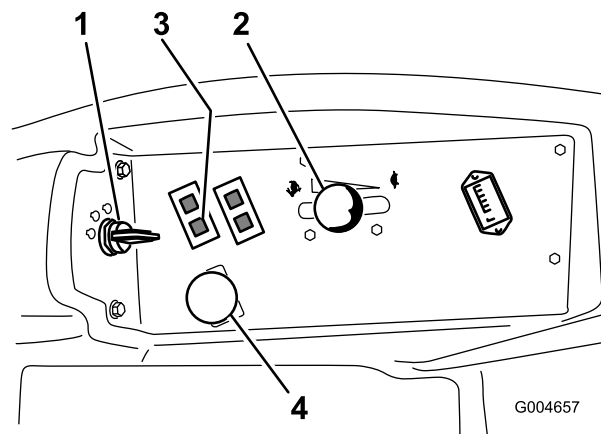

Figura 16
4. Desloque o interruptor PTO (tomada de força) para a posição off (Figura 16).
5. Desloque a alavanca do acelerador para metade entre as posições Fast e Slow (Figura 16).